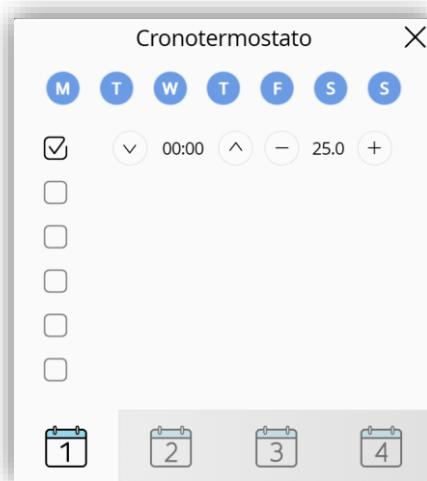

Figura 109. Panel del cronotermostato
- **Valor mínimo de consigna [-99 ... 18 ... 199] [°C]**: valor mínimo de consigna que el usuario podrá configurar en el panel del cronotermostato (ver Figura 109).
- **Valor máximo de consigna [-99 ... 30 ... 199] [°C]**: valor máximo de consigna que el usuario podrá configurar en el panel del cronotermostato (ver Figura 109).